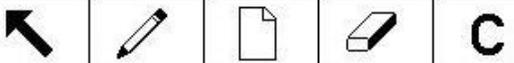

Figure 3-147 : Écran API Message Slots View
6. En fonction du format sélectionné, appuyez sur la touche programmable AFFICHER TABLEAU  pour configurer le nombre d'emplacements de messages (1, 2, 3 ou 4. En mode de transfert de bloc, la valeur par défaut est 0, maximum 3) ou pour configurer le modèle aux fins de communication entre l'IND780 et le API. La Figure 3-147 illustre l'écran Message Slots View, qui est visualisé chaque fois que le format n'est pas un modèle.
La Figure 3-149 illustre l'écran qui s'affiche lorsque NOUVEAU est sélectionné sur l'écran Message Slots View (Figure 3-147).